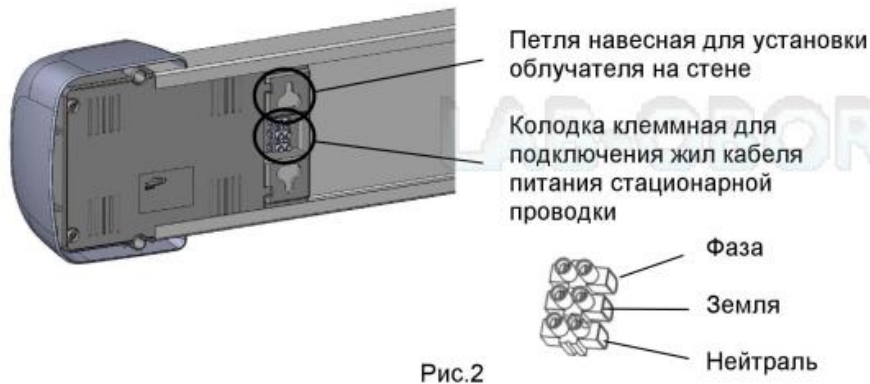

Рис.2
5.3. Подключение к стационарной сети напряжением 220 В осуществляется трехжильным кабелем питания стационарной проводки через трехклеммную винтовую колодку (фаза / земля / нейтраль), расположенную на задней стенке правого торцевого блока (рис.2). Сечение жил кабеля не более 6 мм2.
- 6.5. Подключить жилы кабеля питания стационарной проводки 220 В (фаза / земля / нейтраль) к трехклеммной колодке, расположенной на задней стенке правого торцевого блока, в соответствии со схемой подключения рис.2.
- 6.6. Установить облучатель в выбранном месте на стене. Совместить петли навесные облучателя (рис.2) с установленными дюбелями и шурупами.
- Снять облучатель со стены, предварительно отсоединив жилы кабеля питания стационарной проводки от клеммной колодки, расположенной на задней стороне правого торцевого блока (рис.2).
- Установить облучатель на место, предварительно подсоединив жилы кабеля питания стационарной проводки к клеммной колодке (рис.2), расположенной на задней стенке правого торцевого блока в соответствии со схемой подключения.
- Снять облучатель со стены, предварительно отсоединив жилы кабеля питания стационарной проводки от клеммной колодки, расположенной на задней стенке правого торцевого блока (рис.2).
- Установить облучатель на место, предварительно подсоединив жилы кабеля питания стационарной проводки к клеммной колодке (рис.2), расположенной на задней стенке правого торцевого блока, в соответствии со схемой подключения.